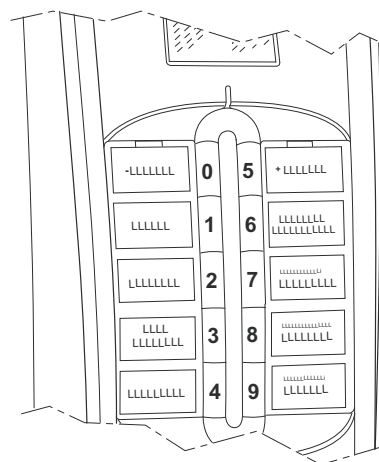

Рис. 11
- Нажмите и удерживайте в течение двух секунд кнопку № 9 (см. Рис. 11).